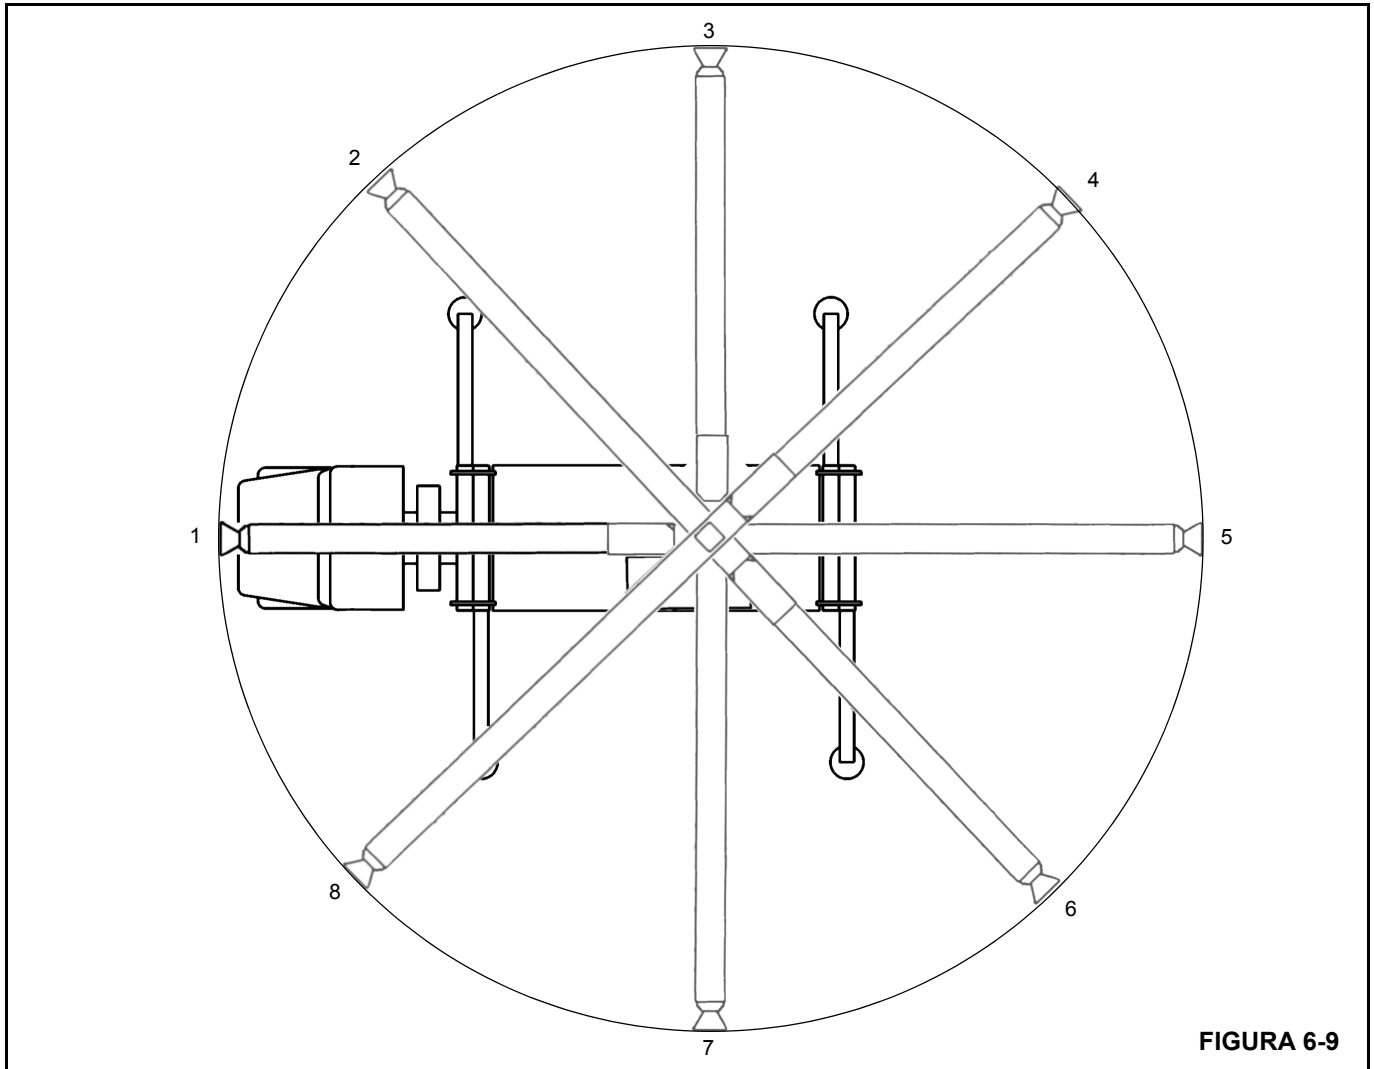

FIGURA 6-9
10. Se a média for inferior a 0.090 pol., repita a medição a cada 45° em torno da área total de trabalho do guindaste (Figura 6-9).